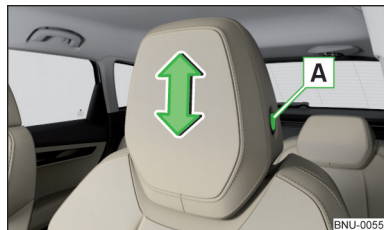

Fig. 93
- Para **ajustar la altura** mantener presionada la tecla de seguridad **A** y desplazar el soporte en la dirección deseada » **fig. 93**.